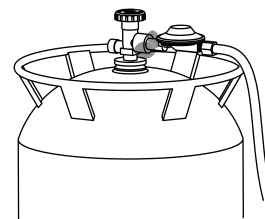

Figure 7
2. Kandke paar tilka lahust ühendusele gaasiballooni ventiili ja regulaatori vahel (vt Figure 7).